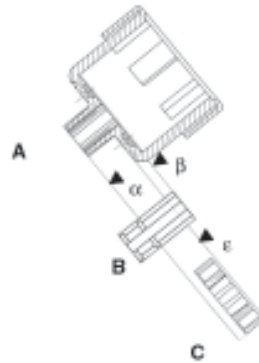

Bild 8.3.1 C -
- **Achtung!** Das Maß Q (Bild 8.3.1 F) muss 3 mm be-